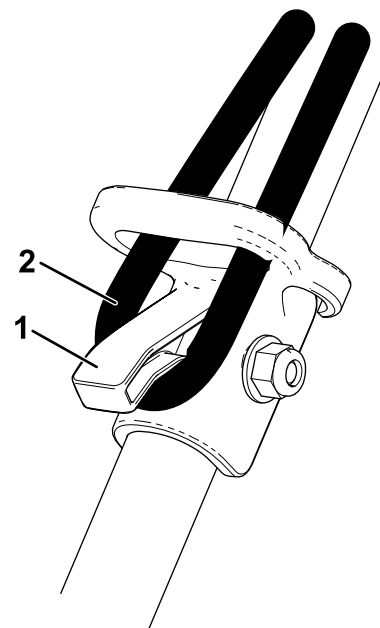

Figure 9
**Remarque:** Pour éviter que la rallonge se débranche en cours d'utilisation, utilisez le dispositif de blocage sur la partie supérieure du guidon avant de la brancher à la machine (Figure 9).